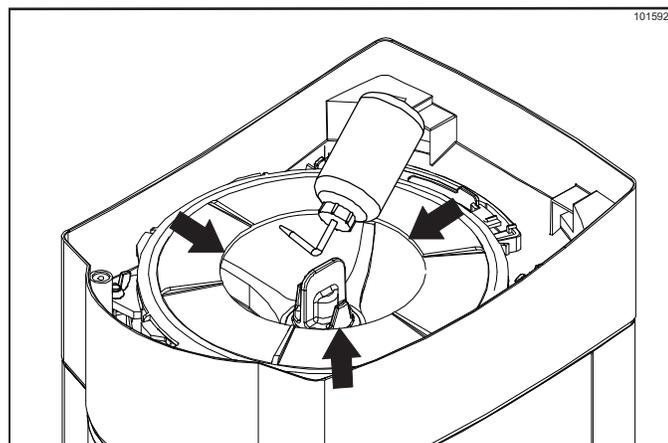

Figura 6-15
20. Enjuague completamente la solución de limpieza/desinfección debajo del reborde de la tapa de plástico del conjunto de la granizadora. Aplique la solución formando un círculo completo de 360°. (Véase la figura 6-15).